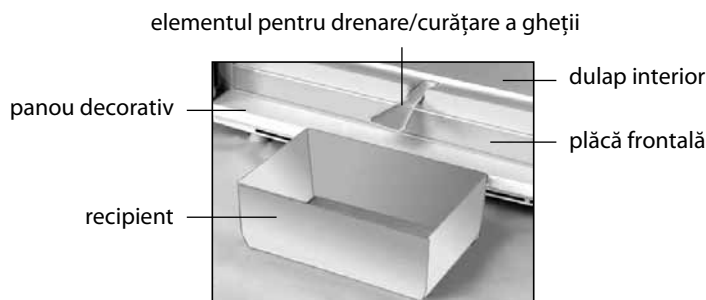

Figura 4 – Colectarea apei rezultate în urma topirii
– să îndepărtați apa rezultată în urma topirii, instalând în conformitate cu figura 4 elementul de masă plastică pentru drenare / pentru curățare a gheții și orice vas recipient cu volumul nu mai puțin de 2 l;
SE INTERZICE să decongeleți congelatorul fără utilizarea elementului pentru drenare instalat în conformitate cu figura 4. Apa rezultată în urma topirii care se scurge din cameră afară de elementul pentru drenare, pătrunzând în locul de alăturare a plăcii frontale la dulapul interior în conformitate cu figura 4, poate provoca coroziunea dulapului exterior al congelatorului și a elementelor agregatului frigorific, defectarea izolației termice, formarea crăpăturilor dulapului interior și defectarea dulapului congelatorului.